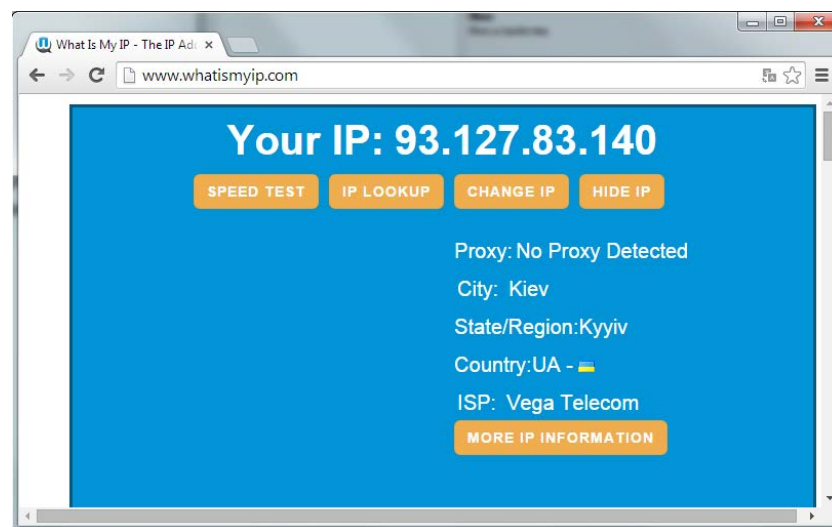

Рисунок 8.4 - Проверка IP - адреса
3. В параметре «IP Адресс», необходимо указать внешнюю IP-адрес Вашего Интернет подключения. Если используется динамическая IP-адресация пункт оставить пустым. IP-адрес можно узнать, обратившись к Вашему системному администратору или посетив специализированный сайт www.whatismyip.com, рисунок 8.4.